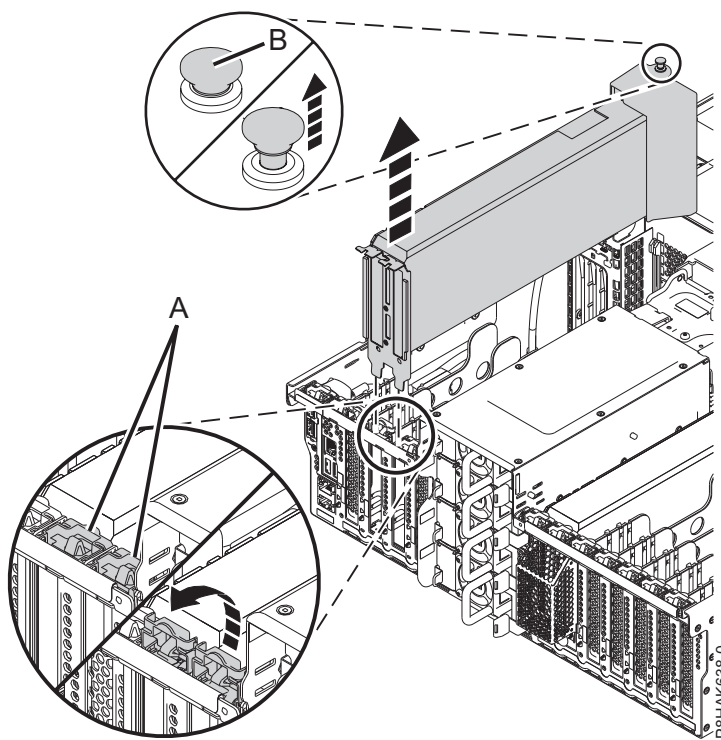

Figura 35. Extracció de l'adaptador GPU adaptador PCIe del sistema 8247-42L
- a. Desbloquegeu el pestell del deflector d'aire (B) estirant-lo i fent-lo sortir de la seva posició.
- b. Agafeu amb compte la contrapunt d'adaptador i, a continuació, feu sortir l'adaptador de la ranura, tal com es mostra a la Figura 35 a la pàgina 42.